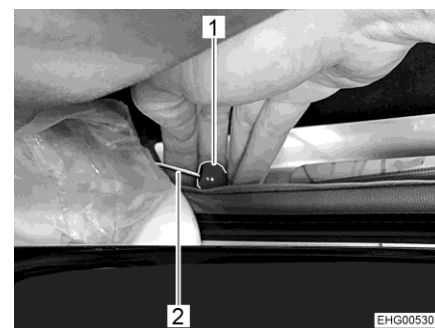

Bild 50 Nödupplåsning
- Dra i den röda knappen (Bild 50,1) på kabeln (Bild 50,2) på båda sidor.